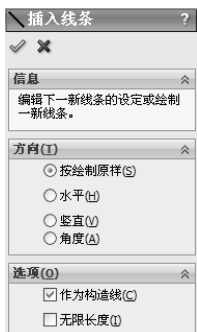
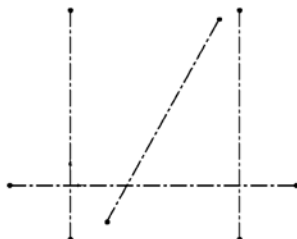

图 2-120 “插入线条”属性管理器
图 2-121 绘制的中心线
① 在左侧的“FeatureManager 设计树”中选择“前视基准面”作为绘图基准面。单击“草图”工具栏中的“草图绘制”按钮, 进入草图绘制状态。
② 单击“草图”工具栏中的“中心线”按钮, 弹出“插入线条”属性管理器, 如图 2-120 所示。单击“确定”按钮, 绘制的中心线如图 2-121 所示。